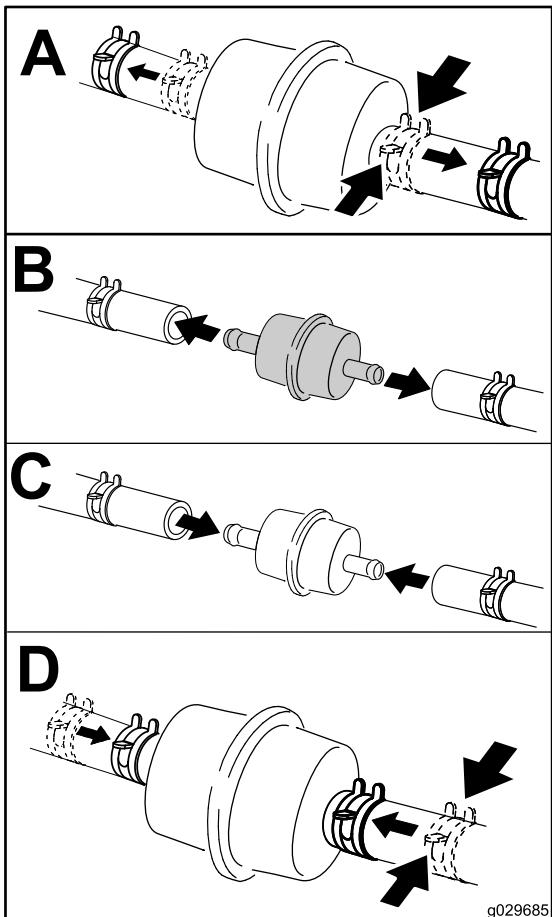

Figura 38
- Cambie el filtro de combustible en línea (Figura 38).